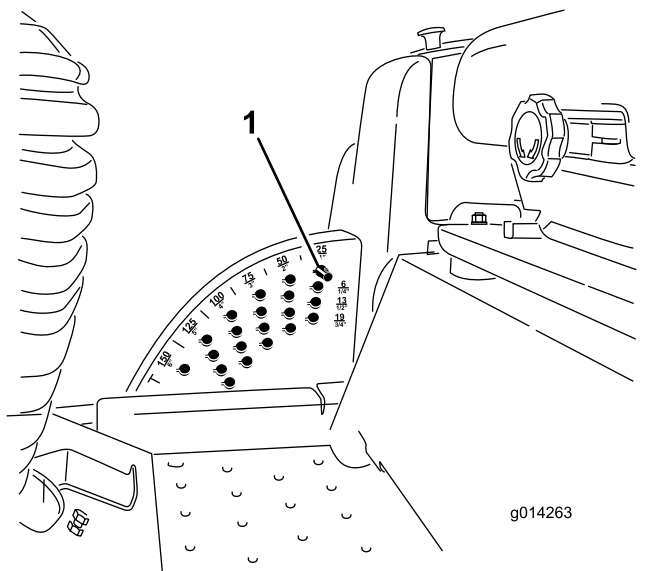

Figura 24
1. Con el motor en marcha, presione hacia atrás el interruptor de elevación de la carcasa hasta que la carcasa de corte esté elevada del todo y **suelte el interruptor inmediatamente**, como se muestra en la Figura 24.
2. Gire el pasador de altura de corte hasta que el nervio quede alineado con las ranuras de los taladros del soporte de altura de corte, y retire el pasador (Figura 24).
3. Seleccione un taladro del soporte de altura de corte que corresponda a la altura de corte deseada, inserte el pasador y gírelo para bloquearlo en esa posición (Figura 24).
Nota: Hay cuatro filas de taladros (Figura 24). La fila superior corresponde a la altura de corte impresa encima del pasador. La segunda fila